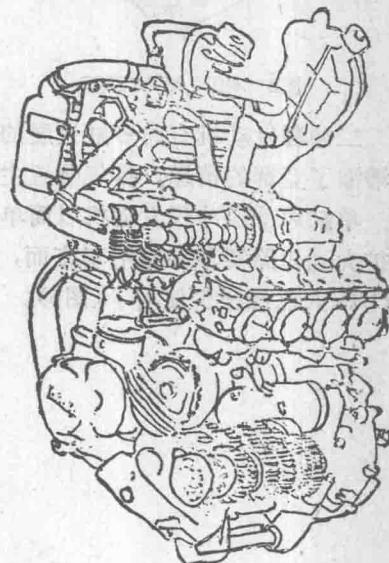

图1 雅马哈
① 冷却系统有水冷化的倾向，与风冷式不同之处是在车体上安装散热器和水箱。水冷效果好，可减少发动机的热变形，还可省去气缸上的散热片，加之曲轴箱壁还可以进一步减薄，因此实现小型轻量化是切实可行的(图1)。